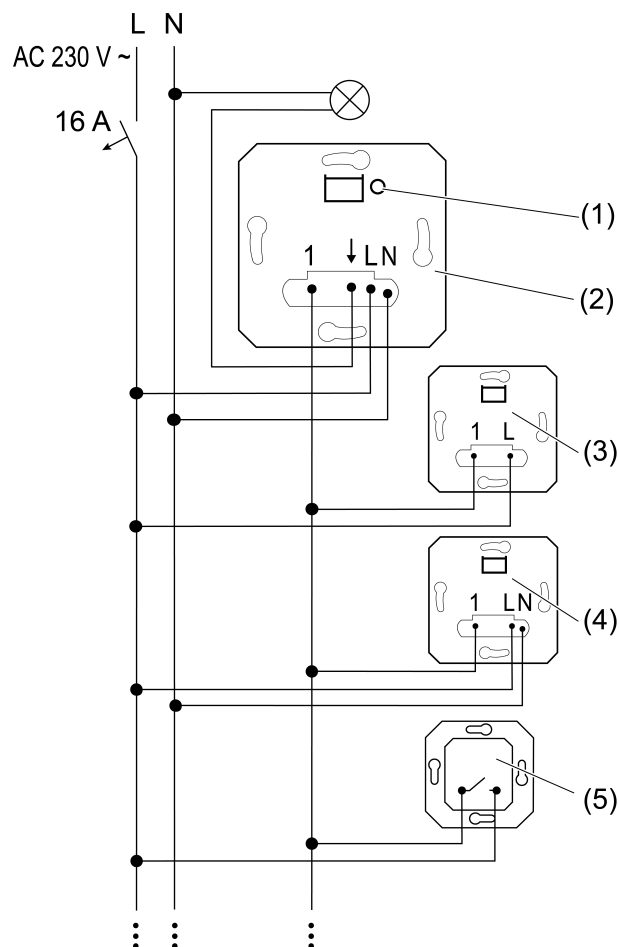
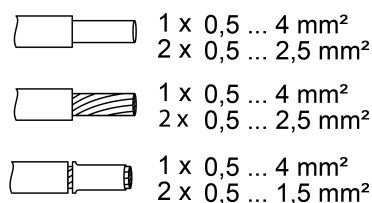

Bild 1: Anschlussplan mit optionalen Nebenstellen
Bild 2: Klemmbarer Leitungsquerschnitt
- Schalteinheit (2) gemäß Anschlussplan anschließen (Bild 1). Dabei klemmbare Leitungsquerschnitte beachten (Bild 2).
- 2-Draht-Nebenstelle (3), 3-Draht-Nebenstelle (4) und Taster, Schließerkontakt (5) anschließen, optional.
- i** Durch kurze Betätigung der Taste **TEST** (1) kann die Last geschaltet werden.